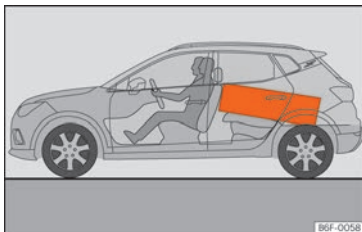

**Fig. 161** Sistemare i carichi pesanti quanto più possibile in avanti.
- Gli oggetti più pesanti vanno messi, per quanto possibile, nella zona anteriore del bagagliaio » **fig. 161.**